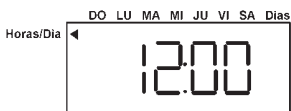

fig.10
- 2) Con los pulsadores $\downarrow \uparrow$ correr el reloj para visualizar la hora corriente (fig. 10).